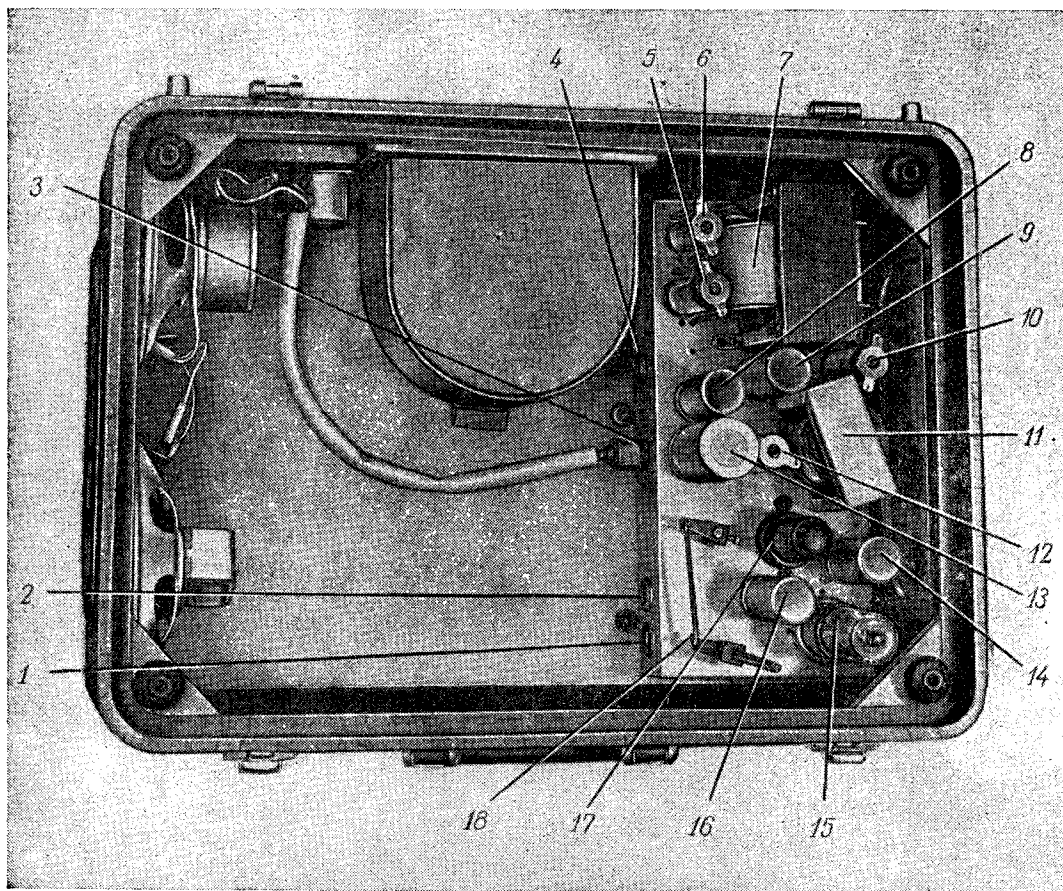
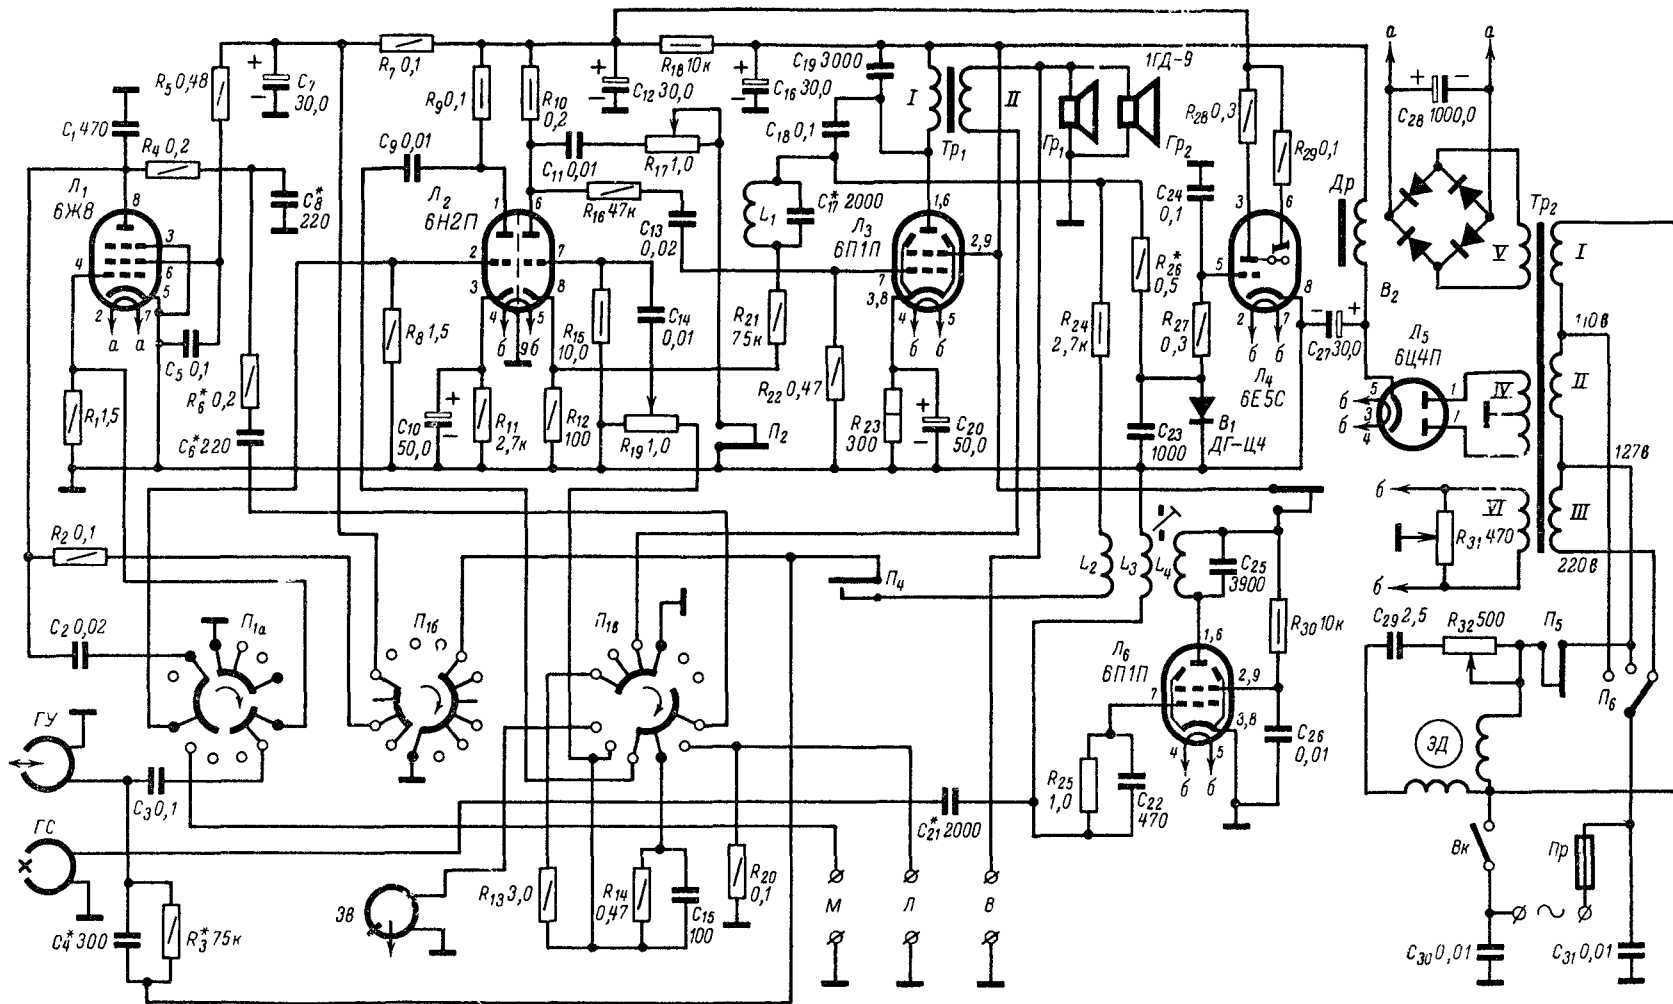

Рис. 76. Расположение деталей на шасси усилителя, генератора и выпрямителя.
Рис. 77. Принципиальная электрическая схема магнитофона-проигрывателя «Юза»
**Усилитель, генератор и выпрямитель.** Детали усилителя, генератора и выпрямителя размещены на шасси, прикрепленном к дну ящика (рис. 76). Принципиальная электрическая схема аппарата приведена на рис. 77.